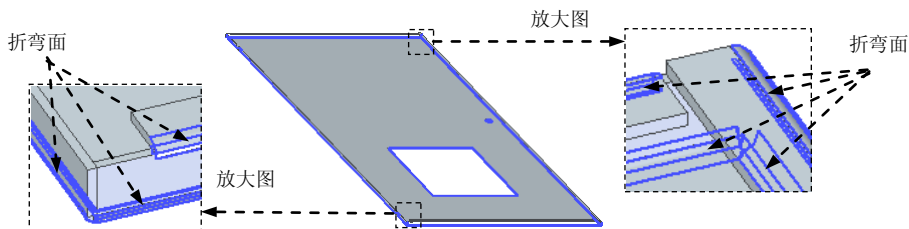

图 8.13.280 选取折弯面
(3) 选取折弯。在系统“单击要修改的折弯”的提示下,选取图 8.13.280 所示的 7 个曲面为折弯面,单击鼠标右键(两次)。
(4) 单击命令条中的“完成”按钮,完成特征的创建。